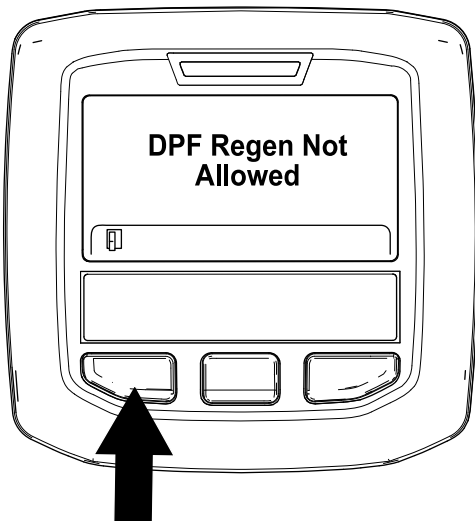

Figure 38
- Si le processus de régénération n'est pas autorisé par le calculateur moteur, le message « DPF Regen Not Allowed » (régénération du FAP non autorisée) s'affiche sur l'InfoCenter (Figure 38). Appuyez sur le bouton gauche pour quitter l'écran d'accueil.